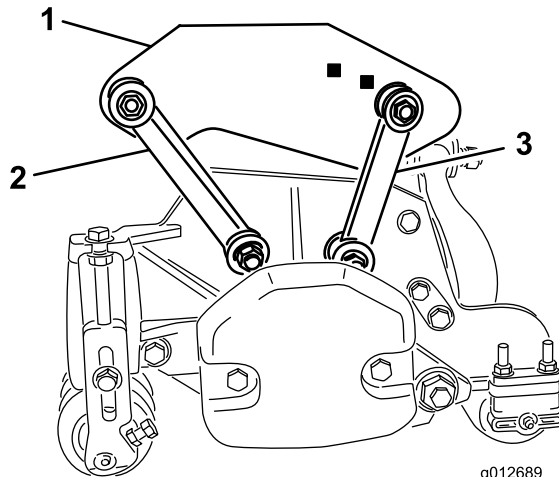

図 19
- 前取り付けリンクをキャリアフレームの穴に固定する ボルト 3/8 x 2-1/4 インチ 1 本、平ワッシャ 2 枚、ロックナット 1 個を使用して 図 19 のように取り付ける。取り付ける時に
- 後取り付けリンクを後部のキャリアフレームに固定する ボルト 3/8 x 2-1/4 インチ 1 本、平ワッシャ 2 枚、ロックナット 1 個を使用して 図 19 のように取り付ける。取り付ける時にリンクの両側にワッシャを入れる。締め具を 42N・m 8.3kg・m = 31ft-lb にトルク締めする。